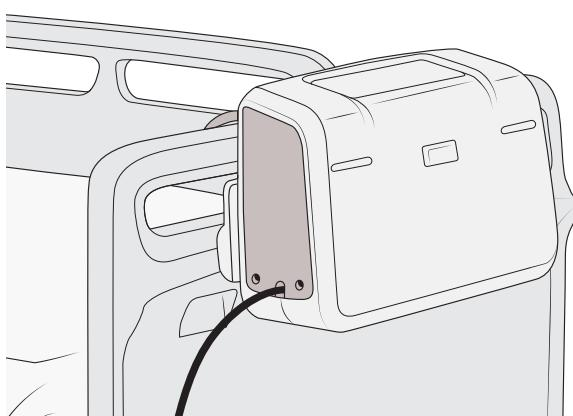

Figura 35
- Cuelgue el compresor Auralis en los pies de la cama (véase la figura 35).